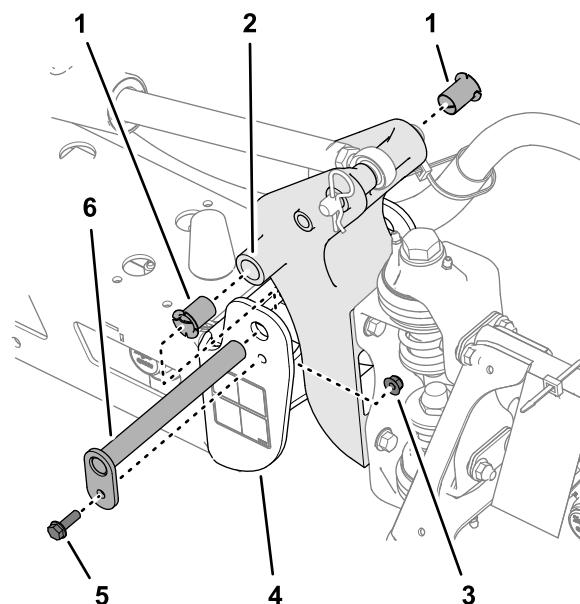

图 120
5. 从枢轴支架的前后侧拆下尼龙轴套并进行检查 图 120。
6. 用少量机油润滑尼龙轴套然后将轴套装入枢轴支架内 图 120。
7. 将枢轴支架内的孔与端部槽内的孔对齐 图 120。
3. 卸下固定枢轴销的螺栓和螺母然后取下枢轴销 图 120。